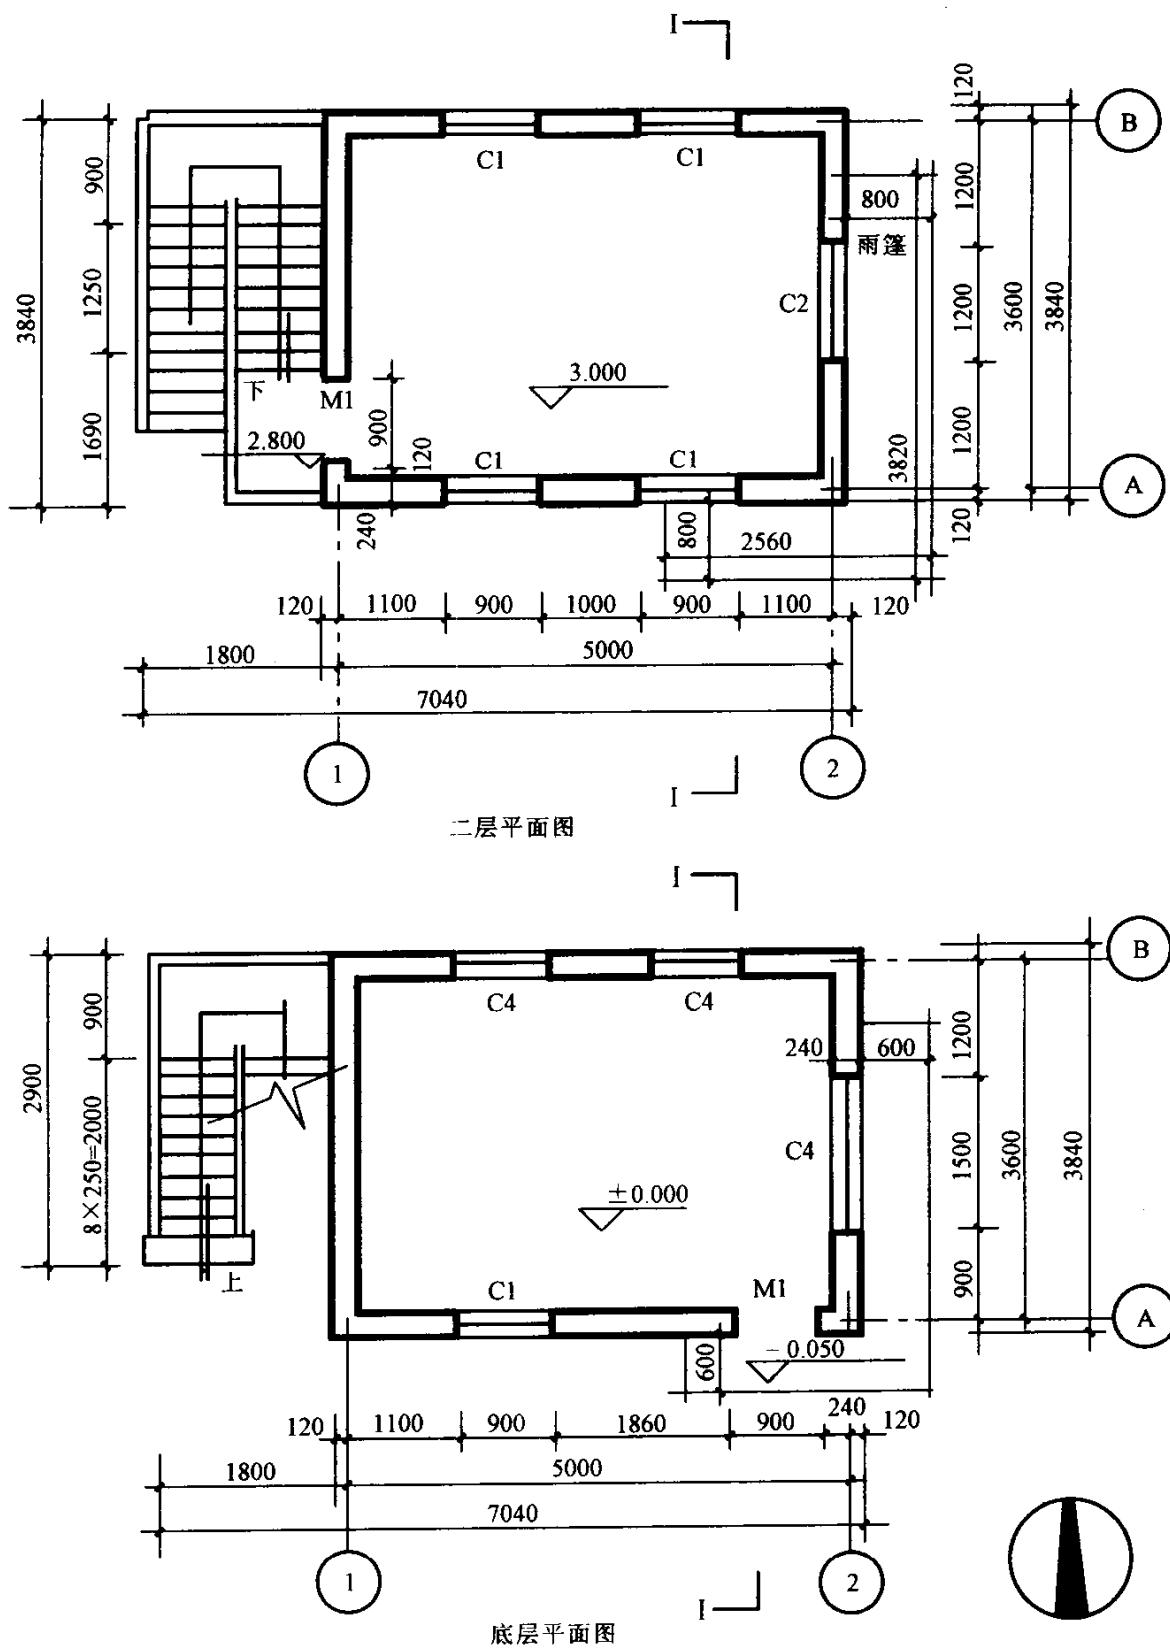
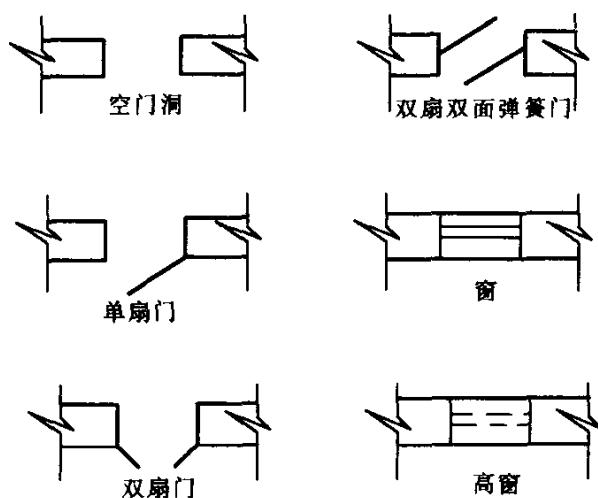
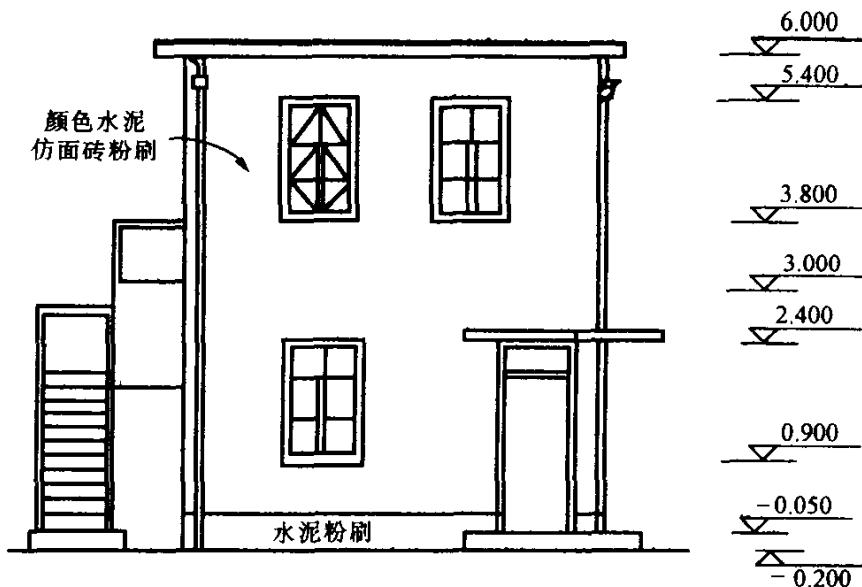

图 1-4 传达室平面图
图 1-5 常见门窗图例
图 1-6 传达室南立面
向，图 1-4 为一传达室的平面图，方位坐北朝南。
编号可用分数表示，分母表示前一轴线编号，分子表示附加轴线编号，如 1/C 表示 C 号轴线之后附加的第一根轴线。图 1-4 中的传达室的水平轴线编号为 1、2，垂直向轴线编号为 A、B。
平面图外部一般注有三排尺寸，最外面一尺寸表示建筑物外形轮廓的总尺寸，即最外层边墙之间的尺寸。例如在图 1-4 中，传达室的最外面一排尺寸为 7040mm 和 3840mm。中间一排尺寸是定位轴线间的尺寸。这排尺寸是开挖基槽的定位依据，传达室这一排尺寸为 5000mm 和 3600mm。最里面一排尺寸是外墙上门和窗洞的宽度及其位置尺寸，如传达室底层门洞宽 900mm，右边距 2 号轴线 240mm。
(5) 查看地面及楼层标高。平面图上一般均注有相对标高，以底层室内地坪定为  $\pm 0.000$ 。标高数字一般以米为单位，标注至小数点后三位，低于室内地坪的标高在数字前加“-”号。例如在图 1-4 中，传达室二层地坪标高为 3.000m，底层门口踏步标高为 -0.050m。
(6) 查看门窗位置及编号，了解各扇门的开启方向。平面图上门窗都是通过图例来表示的，图 1-5 是常见的门窗图例。门的代号是 M，后面注以编号，如 M1、M2、…，窗的代号是 C，后面注以编号，如 C1、C2、…。同一种编号的门窗其构造和各部尺寸相同，门窗的构造一般可查阅有关的详图或标准图。例如图 1-4 中的传达室的上下层，门是同一种规格，其编号是 M1，窗是四种规格，其编号是 C1、C2、C3、C4。
(7) 平面图上还反映出其他有关专业对土建的预留洞槽的要求，例如设备、管道安装孔，通风管穿墙、穿楼板孔洞、暗装消火栓在墙上的洞槽等，识读时要弄清楚洞槽的位置和尺寸。
(8) 识读时要注意室外台阶、花池、散水、雨水管、明沟等的位置和尺寸。
(9) 还要注意到剖面图的剖切位置。
(10) 对于工业建筑还要查明各种设备、行车等在房屋内的位置。
(1) 查看房屋的各个立面的外貌，了解屋面、门窗、阳台、雨篷、台阶、花池、勒脚、室外楼梯、雨水管等的位置和形式。图 1-6 是传达室的南立面，对照平面图 1-4，可从图上
将剖面图与平面图对照起来进行识读。图 1-9 是传达室的 I-I 剖面图，它代表的剖切位置可查阅图 1-4 平面图，它是通底层门窗和二楼的南北窗口，剖切面剖切到了门、窗、雨篷、楼板、屋面等等。